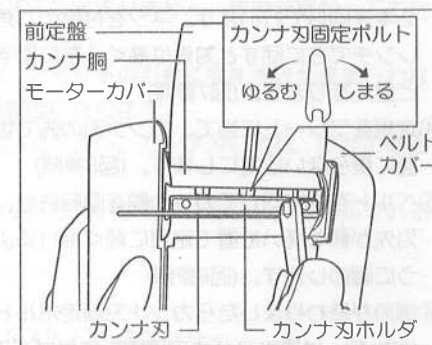
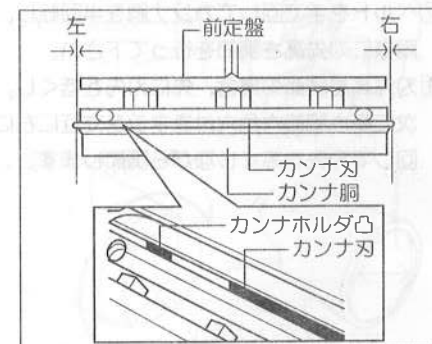

図4
図5
- ①安定した台の上に、本機を逆さにして置きしっかり持ってください。
- ②カンナ刃固定ボルト(3本)を、付属のスパナでゆるめてください。(図4参照)
- ③カンナ刃を、右ベルトカバー側の端からスパナなどで左モーターカバー側に押し出して抜き取って下さい。(図4参照)
- ④交換したカンナ刃を、カンナ刃ホルダ中央になるように差込んで下さい。
- ⑤差込みがきついときは、⊖ドライバーなどでカンナ刃ホルダを少し開いて下さい。
- ⑥カンナ刃凹とカンナ刃ホルダ凸3ヶ所を合わせるようにして、カンナ刃を差込んで下さい。(図5参照)
- ⑦カンナ刃とカンナ刃ホルダはカンナ胴に対して、左右均一に固定して下さい。いずれかに片寄りし過ぎると、本体に接触する事があります。(図5参照)